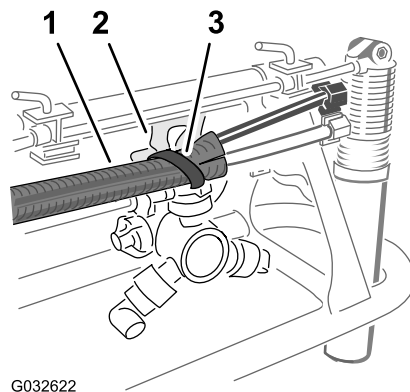

図 30
5. 図 30に示すように、ケーブルタイを使ってチューブアセンブリをノズルサポートの穴に固定する。